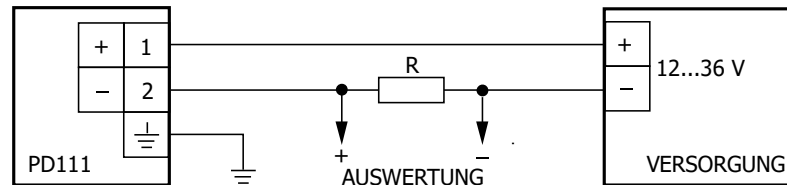

Abb. 4.1 Anschlussplan
Der Messumformer wird nach dem Anschlussplan (Abb. 4.1) unter Berücksichtigung der Anforderungen an den Lastwiderstand (Bürde) angeschlossen.
- Kabelverschraubung (4) abschrauben und Dichtring (3) herausziehen.
- Kabel durch die Kabelverschraubung (4) und den Dichtring (3) in das Gehäuse (2) einführen.
- Die Kabelenden gemäß dem Anschlussplan (Abb. 4.1) anschließen.